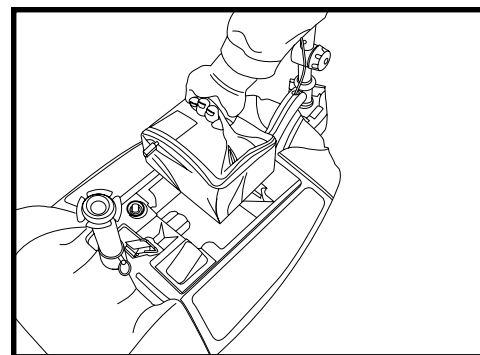

Figure 14. Enlèvement du module de batteries
3. Retirez le module de batteries du scooter. Voir la figure 14.